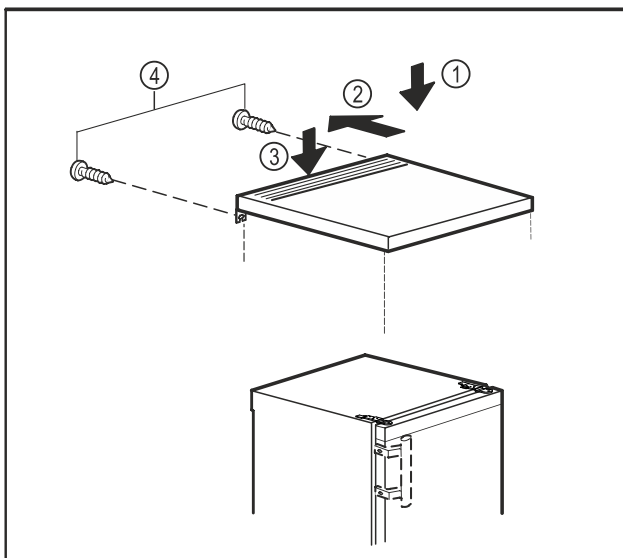

Fig. 11
- ▶ Položte dosku stola na zariadenie. Fig. 11 (1)
- ▶ Posuňte dosku stola nadol. Fig. 11 (2)
- ▶ Zatlačte dosku stola dozadu. Fig. 11 (3)
- ▶ Zaskrutkujte skrutky na zadnej strane. Fig. 11 (4)